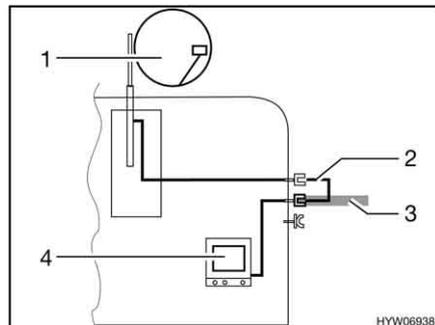

Bild 118 TV im Fahrzeug
- TV im Fahrzeug (Bild 118,4): Anschluss an Dachantenne (Bild 118,1) mit Verbindungskabel (Bild 118,2)
- TV im Fahrzeug (Bild 118,4): Anschluss an externe Antenne (Bild 118,3)